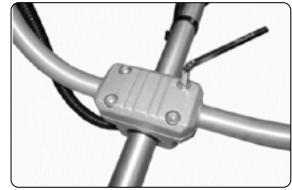

Рис. 6
- Вставьте и затяните винты (рис. 6).